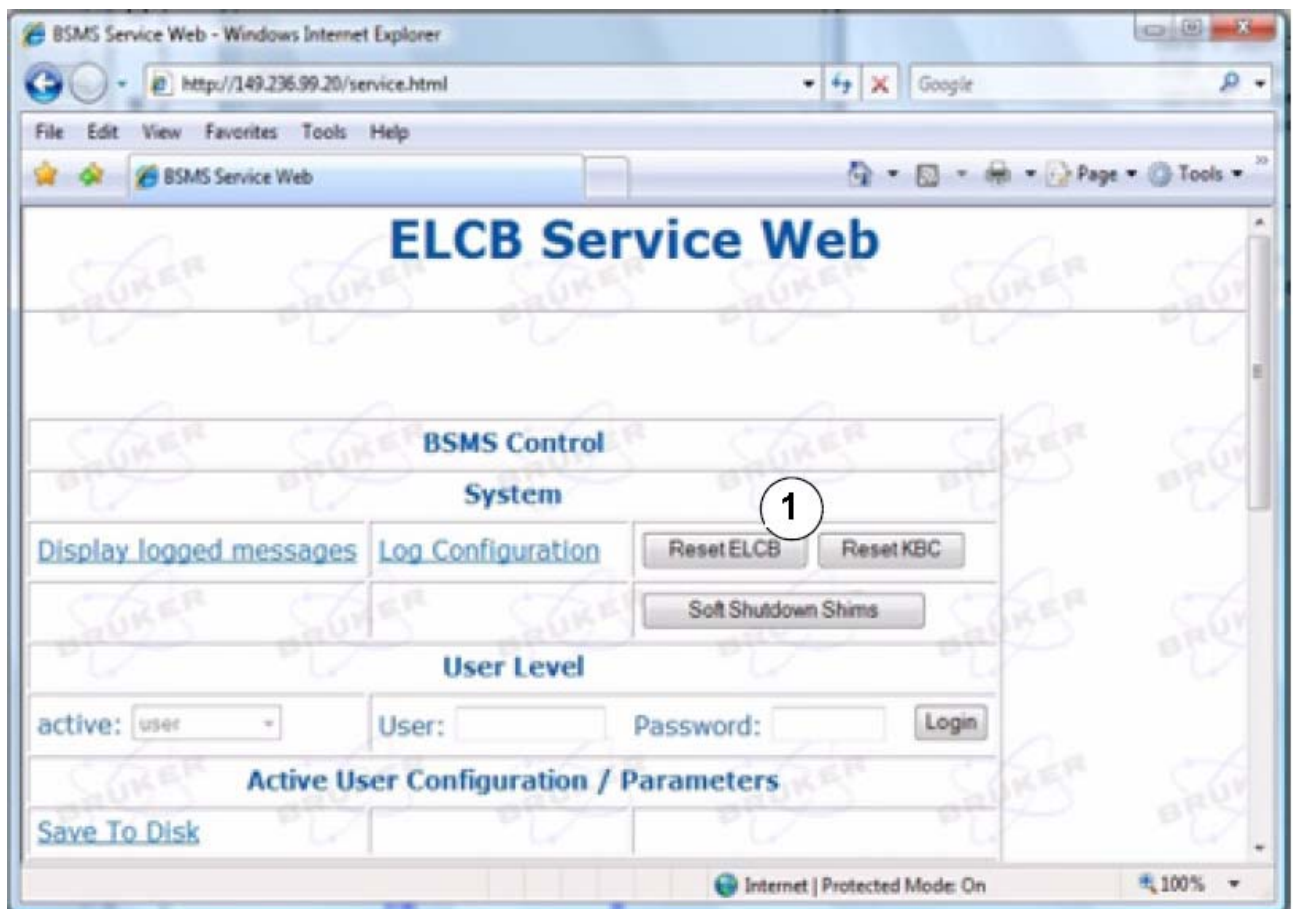

Figura 12.5: BSMS Service Web Window
2. Chiudere la finestra a tornare alla Finestra degli indirizzi ethernet dell'hardware ("Hardware ethernet addresses"). Cliccare su OPEN per il dispositivo Lock/Shim (BSMS). Scegliere ELCB Service Web, Service per aprire la finestra mostrata nella Figura 12.5. Cliccare sul tasto **RESET ELCB**.